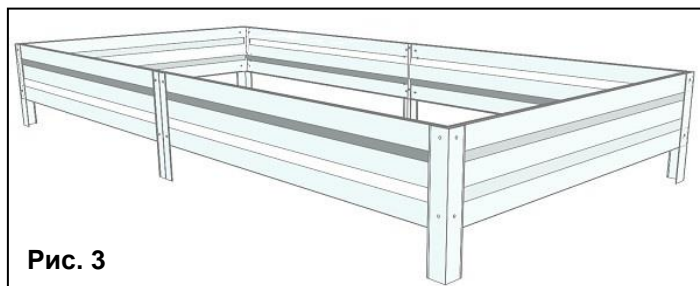

Рис. 3
3. Прикрутите оставшуюся боковую панель к собранным деталям (рис. 3).